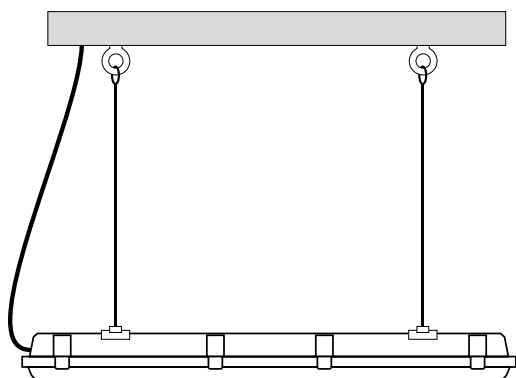

Рис. 2. Установка светильника подвесным способом
- Для подвешенного монтажа (рис. 2) закрепите на потолке рым-болты для тросов (в комплект не входят).